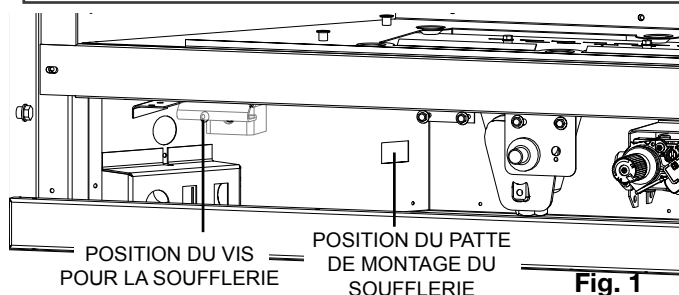

Fig. 1
- Faites pivoter la soufflerie dans le bas de l'appareil. Assurez-vous que le joint d'étanchéité reste en place entre le soufflerie et l'appareil pendant que vous glissez-le soufflerie contre la côté gauche dans la patte du montage du soufflerie. Fixez en place utilisant une vis (**Fig. 1 and 2**).